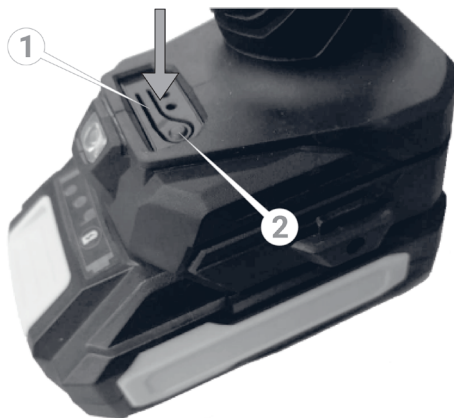

Рисунок 7. Панель керування швидкістю/крутним моментом.
У звичайному режимі роботи (обертання патрона за годинниковою стрілкою) гайкокрут забезпечує три режими регулювання затягування (жорсткий, середній та м'який режим). Сила затягування вибирається перемиканням швидкості на панелі керування швидкістю (рис. 7) перед натисканням пускової клавіші (тобто у вимкненому стані).
3. Вибір швидкості виконується натисканням на кнопку регулювання швидкості (7, рис. 1; 2, рис. 7). Щоразу, коли натискається кнопка регулювання швидкості, світловий індикатор (6, рис. 1; 1, рис. 7) загоряється та змінюється, вказуючи, коли насадка обертається за годинниковою стрілкою.